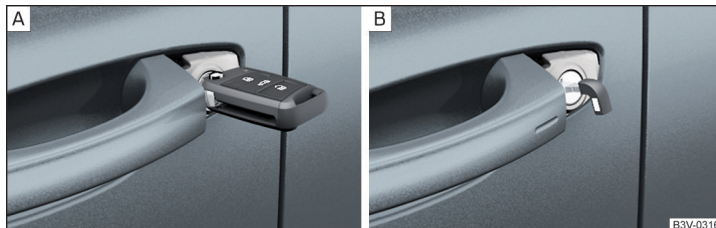

Abb. 353 **Griff an der Fahrtür: Schlüssel mit herausklappbarem Schlüsselbart / KESSY-Notschlüssel**
- Bei Fahrzeugen mit **Linkslenkung** den Schlüssel mit herausklappbarem Schlüsselbart **mit den Tasten nach oben gerichtet** » **Abb. 353 - A** in den Schließzylinder stecken und das Fahrzeug ent-/verriegeln.
- Bei Fahrzeugen mit dem **System KESSY** den Notschlüssel mit dem Griff nach unten gerichtet » **Abb. 353 - B** in den Schließzylinder stecken und das Fahrzeug ent-/verriegeln.